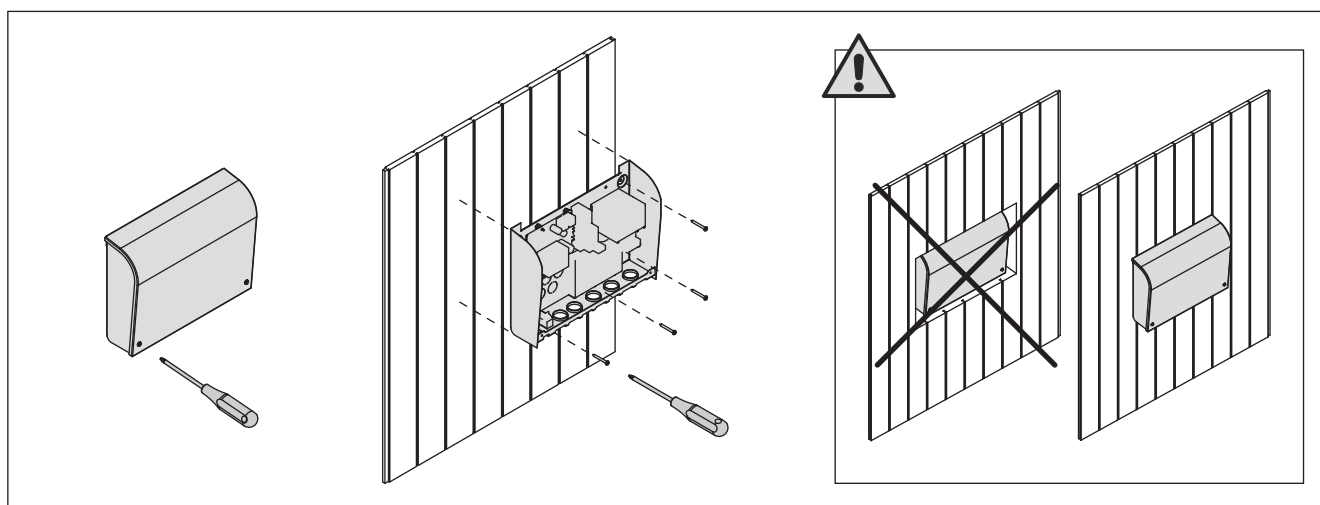

Figura 5. Apertura del coperchio dell'unità di alimentazione e montaggio dell'unità alla parete
Installare l'unità di alimentazione su una parete esterna alla stanza della sauna, in un luogo asciutto a una temperatura ambientale di  $>0^{\circ}\text{C}$ . Vedere la figura 5 per istruzioni su come aprire il coperchio dell'unità di alimentazione e come fissare l'unità alla parete.
**Nota! Non incassare l'unità di alimentazione all'interno della parete, poiché potrebbe verificarsi il surriscaldamento dei componenti interni dell'unità con conseguenti danni. Vedere la figura 5.**